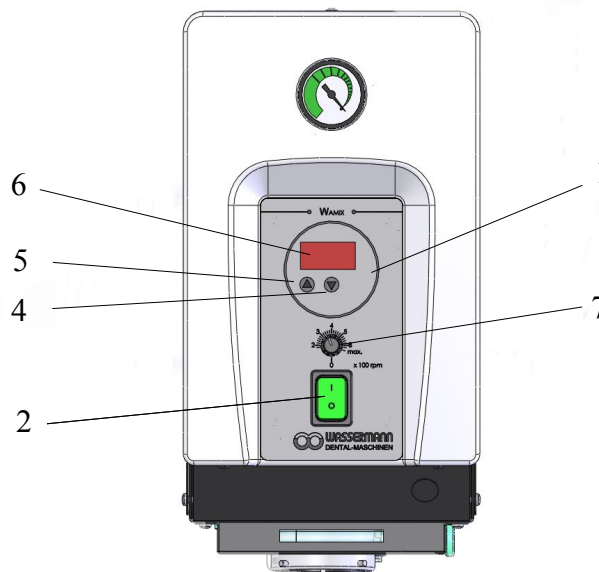

Bild 5
– Grünen Hauptschalter(2) (Bild 5)(Vakuum-Anrühren) einschalten.